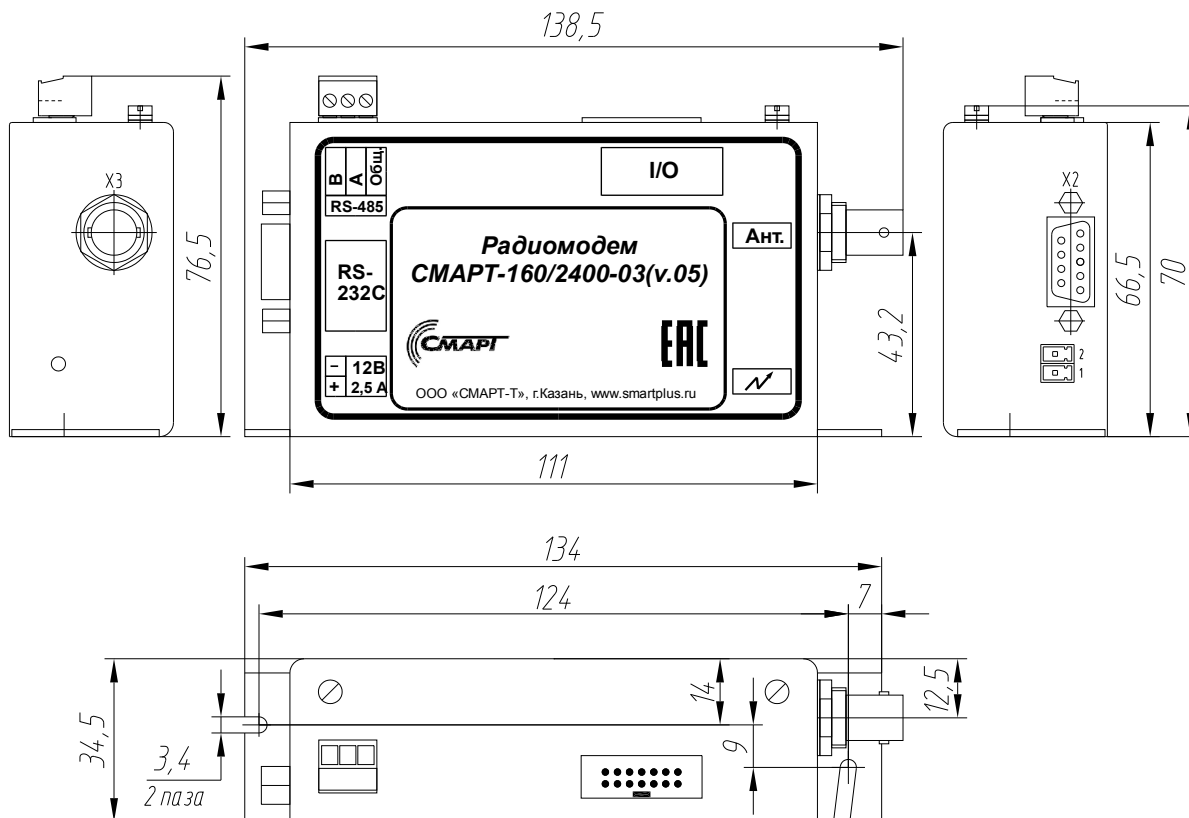

Рис.1.
Внешний вид радиомодема изображён на рис. 1.
1. интерфейсный (рис.1, справа): DB-9F;
2. для подключения питания (рис.1, справа): 15EDGK-02P;
3. для подключения антенны (рис.1, слева): BNC.
4. Разъем ВН14 для подключения модуля коммутационного (рис.1, снизу).
5. Разъем «RS-485» 15EDGK-03P для подключения интерфейса RS-485 (рис.1, снизу).
На переднюю панель выведен индикатор “прием / передача” (см. рис.1, Вид Б, слева).